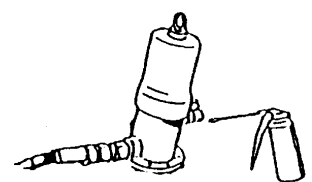

Fig. 9
- 2) エア供給口に右の図のように潤滑油を約0.5 mL 注入します (Fig. 9)。